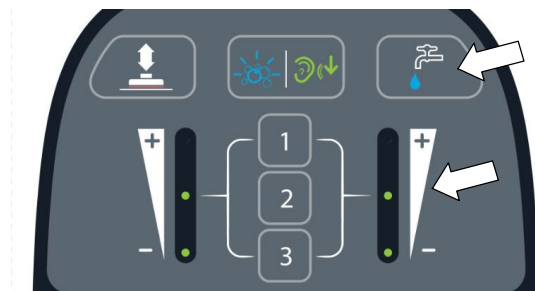

ABB. 41
3. Drücken Sie die Frischwasserdosierungs- Taste, um die Frischwasserdosierung zu erhöhen oder zu verringern (Abbildung 41). Die Frischwasserdosierungsanzeige zeigt die Dosiereinstellung an. Keine LED = Keine Dosierung, Eine LED = Geringe Dosierung, zwei LEDs = Mittlere Dosierung, drei LEDs = Hohe Dosierung.